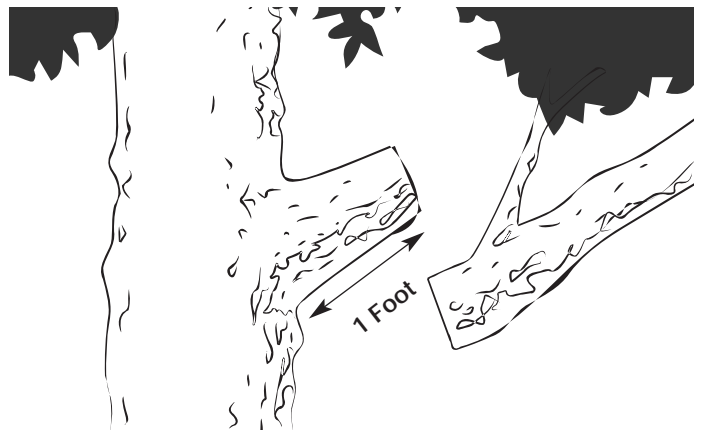

Fig. 8
2. Faites une première entaille à trente (30) centimètre de l'endroit où doit se faire la coupe finale. (Fig. 8)